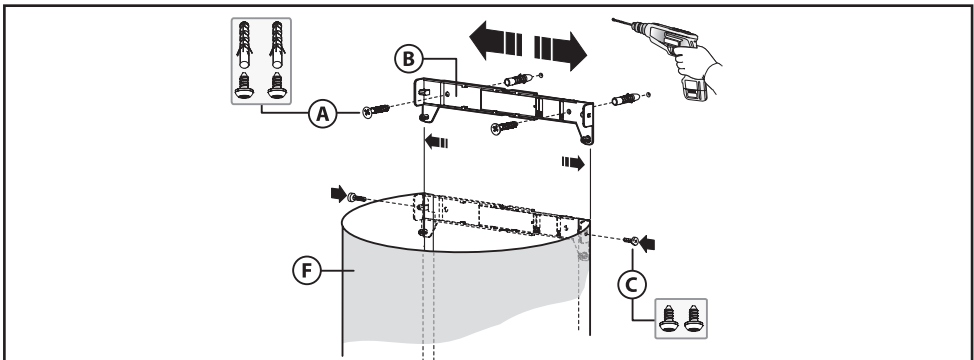

Fig.4
-Regolare la larghezza della staffa di supporto del camino decorativo superiore (Fig.4). Successivamente fissarla al muro in modo che sia in asse con la vostra cappa tramite le viti **A** (Fig.4) e rispettando la distanza dal soffitto indicata in (Fig.2B). Collegare il tubo flessibile (non in dotazione) alla flangia **D** (Fig.1B).
-Sfilare il camino decorativo superiore **F** fino alla staffa e fissarlo tramite le viti **C** (Fig.4).